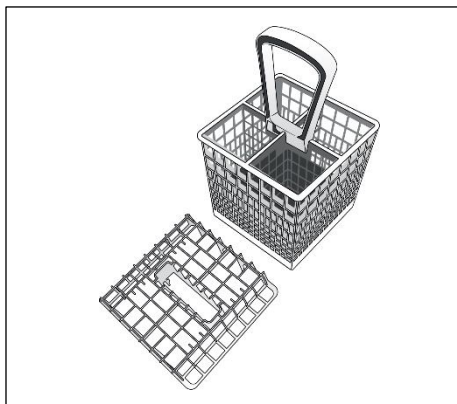

Fig. 5
- **AQUAPROTECT - TUBO DE SUMINISTRO CON PROTECTOR (fig. 5):**
- Los cubiertos se colocarán con el mango hacia abajo en el depósito contenedor de plástico que después se introducirá en el cesto inferior (fig. 5) asegurándose que no bloqueen la rotación del rociador.
La parte superior del cesto para los cubiertos, puede ser removida, para poder ofrecer distintas posibilidades de carga. (fig.5).